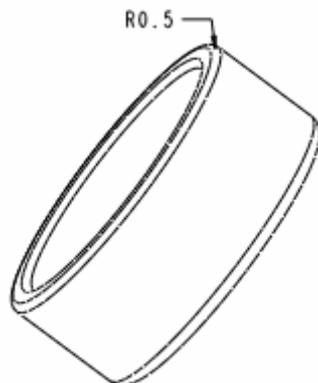

图 35-12
- (1) 单击特征工具栏中的 ，打开圆角特征操控板。
- (2) 如图 35-12 所示，建立半径为 0.5 的圆角。